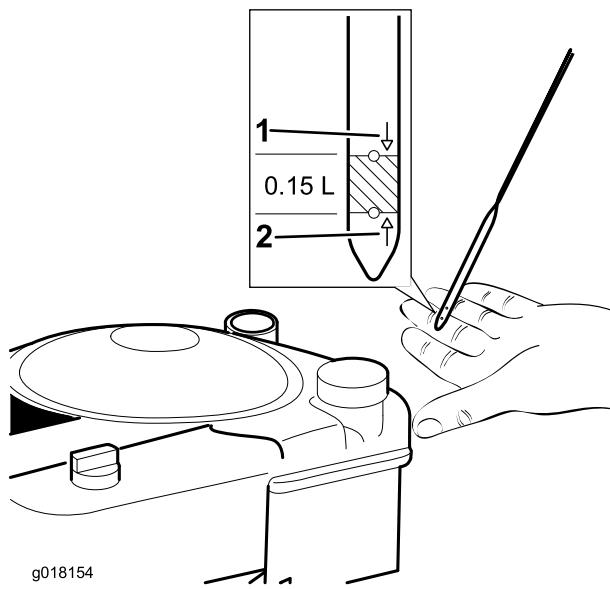

Figura 18
- Retire a vareta e limpe-a com um pano limpo (Figura 18).
4. Lentamente deite óleo no tubo de enchimento do óleo, aguarde 3 minutos, verifique o nível do óleo do motor na vareta ao limpar a vareta e, depois, introduza totalmente a vareta no tubo (Figura 18) (Enchimento máximo: 0,59 l, tipo: óleo detergente SAE 30 com classificação de serviço API de SF, SG, SH, SJ, SL ou superior.)
5. Encha o motor com óleo até a vareta indicar que o nível de óleo do motor está correcto, como indicado em Figura 18. Se encher demasiado o motor com óleo, retire o óleo em excesso.